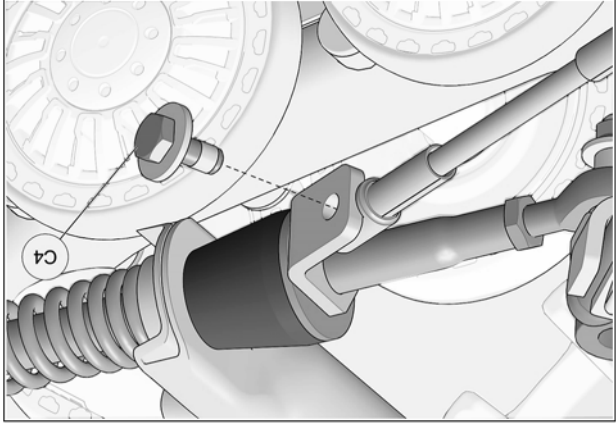

Fig. 22
16. Tourner légèrement le volant dans le sens contraire jusqu'à ce que le câble puisse être fixé à la plaque de support en utilisant le boulon (C4) fourni. Serrer à un couple de 35 N•m [24 lb•pi]. Voir la Fig. 22. Effectuer le même exercice du côté droit.